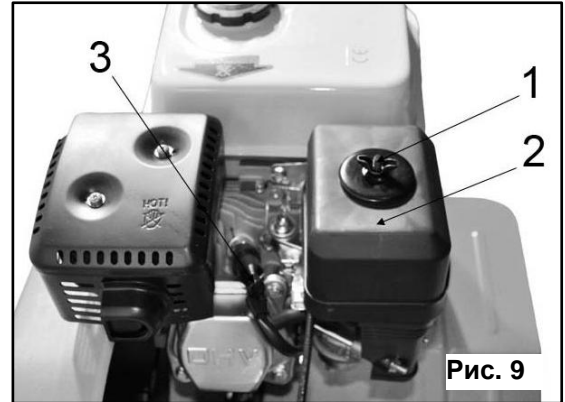

Рис. 9
- Открутите винт-фиксатор крышки воздушного фильтра (1) (См. Рис. 9)
- Снимите воздушный фильтр (2) (См. Рис. 9)
- Очистите поверхность около свечи зажигания (3) (См. Рис. 9)